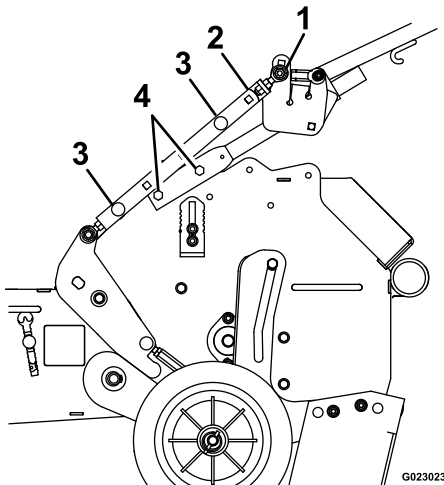
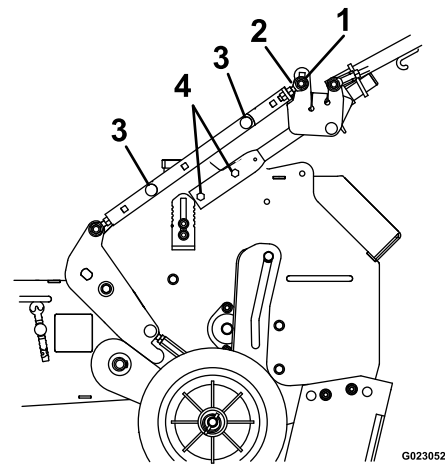
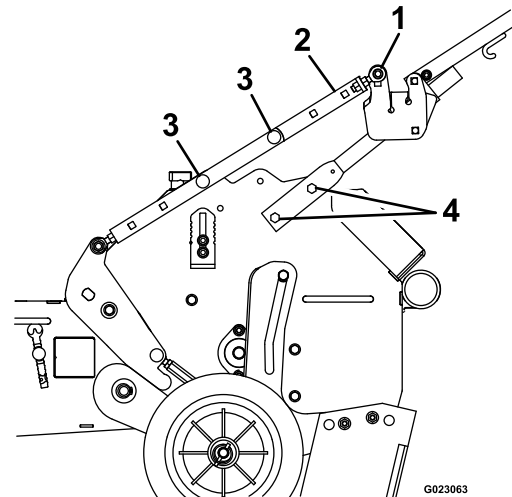

Figura 7
Figura 8
Figura 9
1. Para ajustar la altura del manillar, coloque las fijaciones en uno de los tres juegos de taladros situados en cada lado del bastidor principal, según se muestra en Figura 7, Figura 8 y Figura 9.